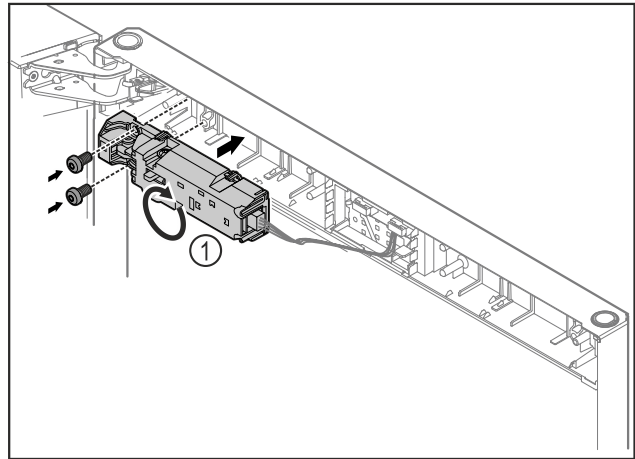

Fig. 13
- ▶ Drej fjernlåsen Fig. 13 (1) 180°, og fastlås den på den modsatte side.